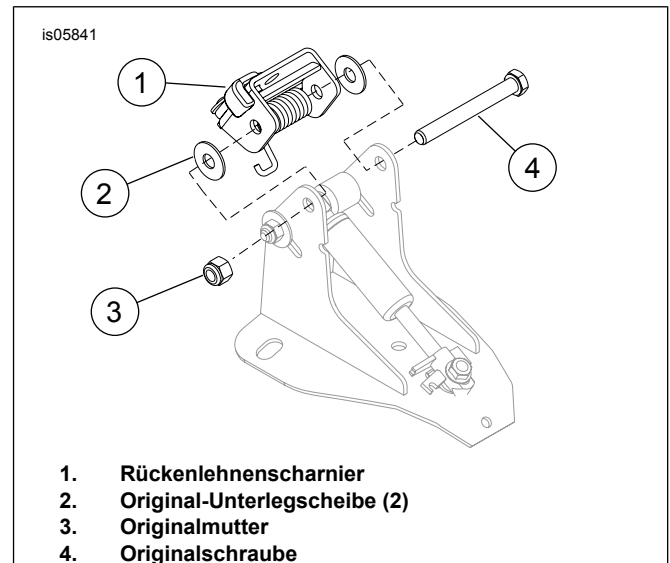
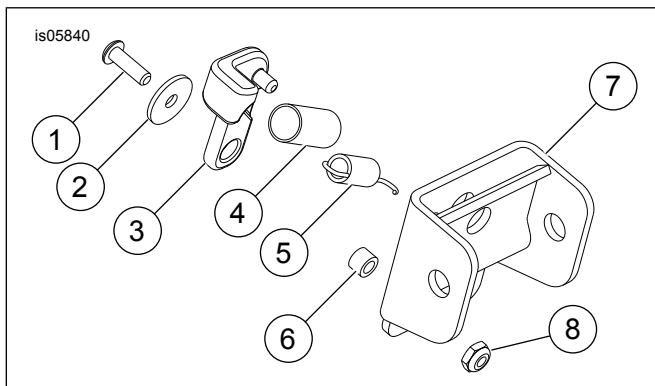

Abbildung 1. Rückenlehnscharnier einbauen
Abbildung 2. Ersatzteile: Scharnierreparatursatz
Siehe Abbildung 2 und Tabelle 1.
2. Siehe Abbildung 1. Die Mutter (3) entfernen. Für den Einbau aufbewahren.
3. Die Federausrichtung notieren und die Schraube (4) und die Unterlegscheiben (2) entfernen. Für den Einbau aufbewahren.
4. Das Rückenlehnscharnier (1) ausbauen.
1. Siehe Abbildung 1. Das neue Rückenlehnscharnier (1) aus dem Satz einbauen.
2. Die Schraube (4) in die Rückenlehnenhalterung sowie das Rückenlehnscharnier einführen. Darauf achten, dass die Feder korrekt eingebaut ist und sich die beiden Unterlegscheiben (2) zwischen der Rückenlehnenhalterung und dem Rückenlehnscharnier befinden.
3. Die Mutter (3) anbringen. Anziehen, bis das Gewinde der Schraube zu sehen ist.
4. Siehe Abbildung 2. Den Lösehebel (3) betätigen und sicherstellen, dass sich das Scharnier frei drehen lässt.